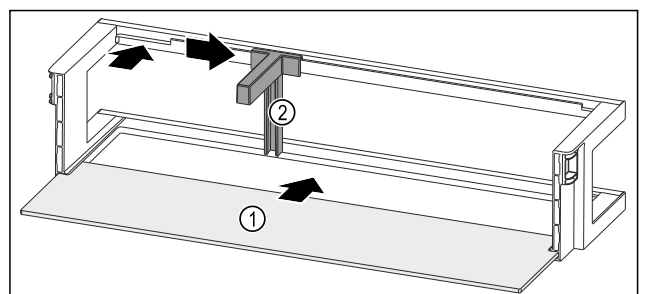

Fig. 96 Vratna polica z odlagalno polico
- ▶ Odlagalno polico Fig. 96 (1) vstavite v stranske utore.
- ▶ Vstavite držalo za steklenice Fig. 96 (2) v odprtino.
- ▶ Držalo za steklenice Fig. 96 (2) potisnite na stran do železnega položaja.